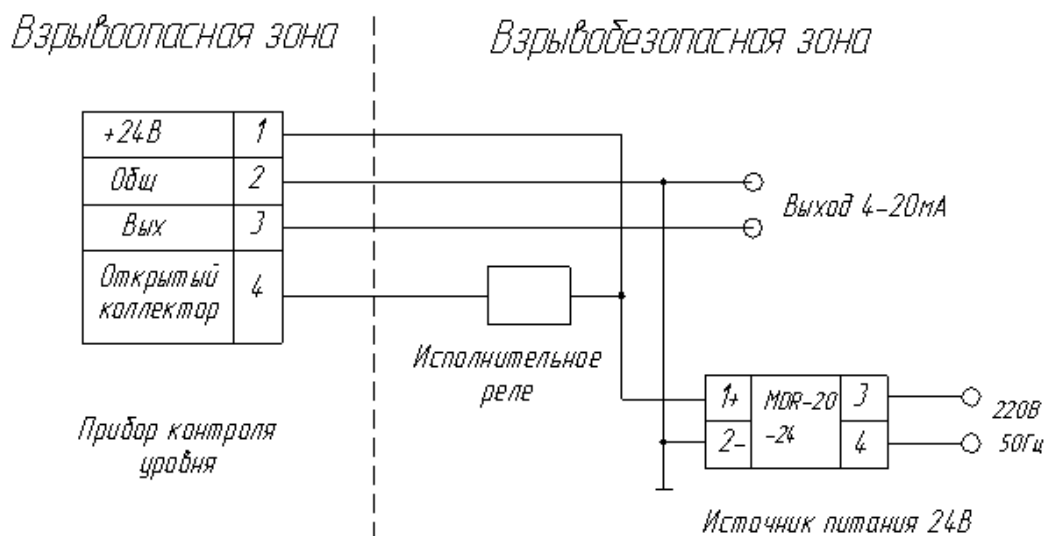

Рис.4 Схема подключения прибора с маркировкой 1ExdПВТ6 (кабель в металлорукаве)
надписью «ОТКРЫВАТЬ, ОТКЛЮЧИВ ОТ СЕТИ». Осуществить подключение кабелем, указанным в таблице 2 или аналогичным, в соответствии со схемой рис.4 и таблицей 1 настоящего документа. Использовать ключ для завинчивания - отвинчивания крышек коробки взрывозащищенной КТА серии В(20) ТУ 3464-020-01403939-05.